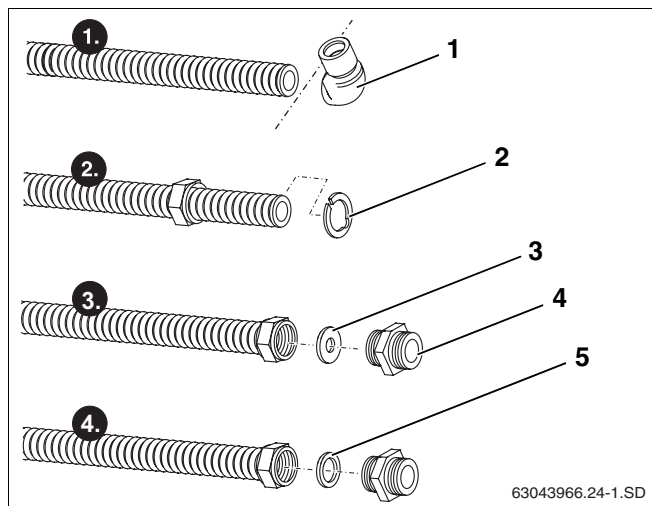

Fig. 57 Preparazione del tubo di allacciamento
- Separare la staffa (fig. 57, **pos. 1**) dal tubo di allacciamento servendosi di un tagliatubi.
- Disporre la rondella di bloccaggio (fig. 57, **pos. 2**) dietro la prima ondulazione e fissare premendo. La rondella di bloccaggio deve aderire in modo omogeneo sul punto di giunzione del dado di raccordo.
- Inserire la rondella (fig. 57, **pos. 3**) nel dado di raccordo prima della superficie lavorata del tubo di allacciamento.
- Avvitare a fondo il nipplo doppio (fig. 57, **pos. 4**) nel dado di raccordo, per realizzare sul tubo di allacciamento una superficie di tenuta liscia.
- Inserire la guarnizione (fig. 57, **pos. 5**) e avvitare il nipplo doppio.